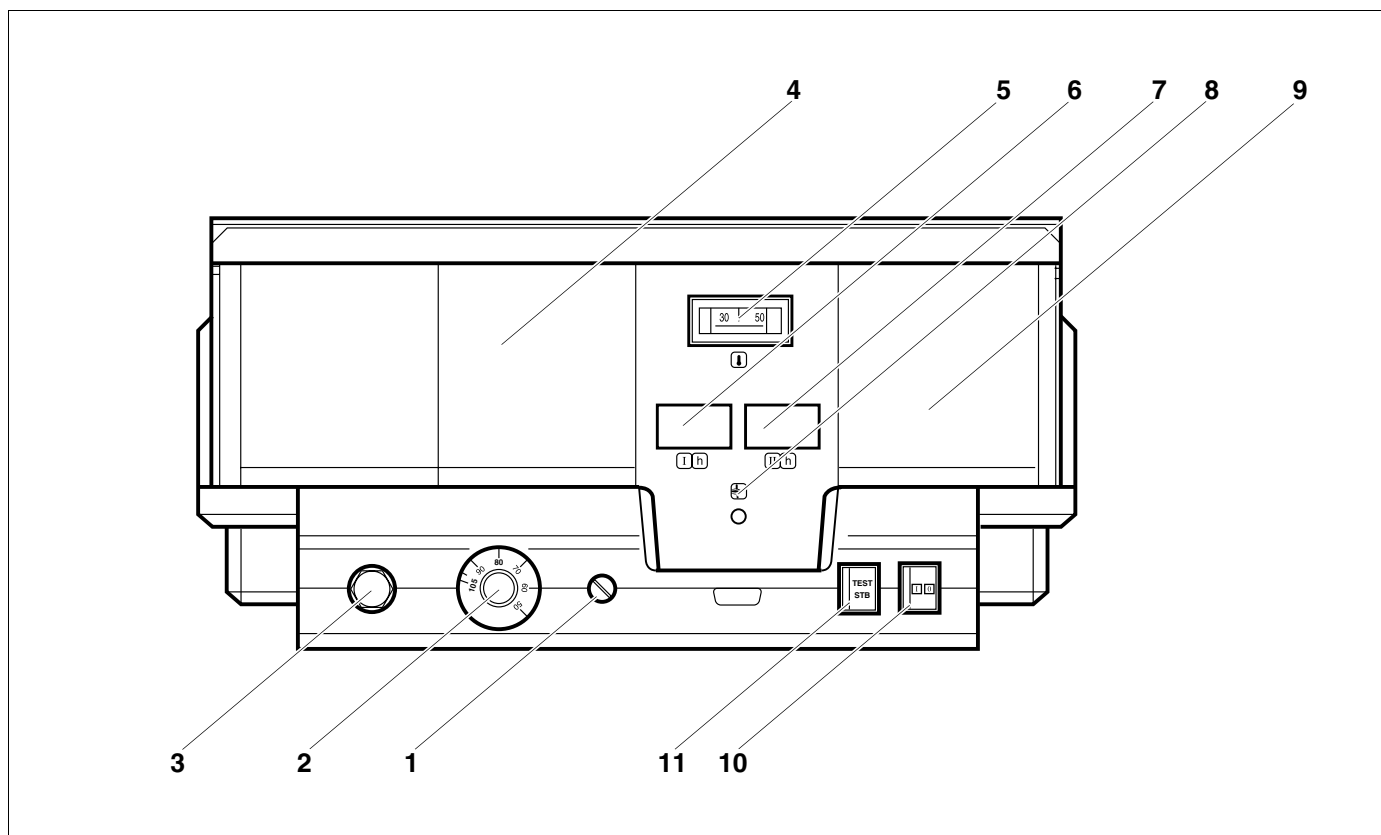
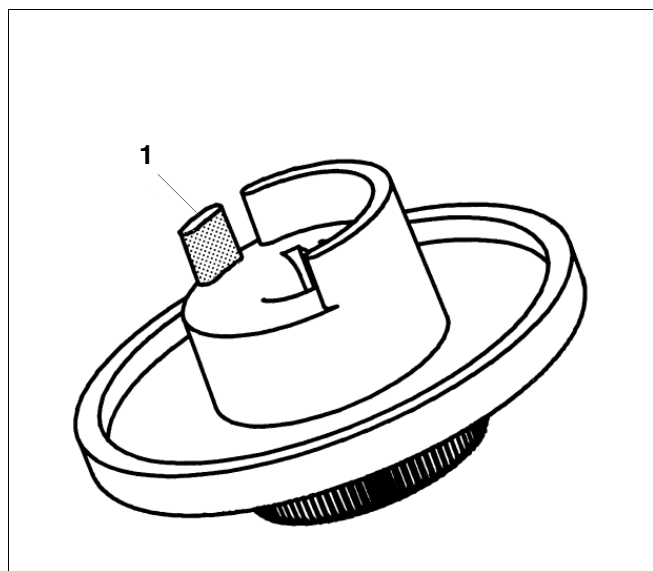

Рис. 1 Элементы управления Logamatic 4212
Рис. 5 Ручка настройки
Экспликация к рис. 1
Если котел имеет котловой модуль ZM 427 или внешнее регулирование, то регулятор температуры котловой воды (рис. 1, поз. 2) должен быть настроен минимум на 80 °С.
Регулятор температуры котловой воды (рис. 1, поз. 2) представляет собой двухполосный регулятор для эксплуатации с 2-ступенчатой горелкой.
Если светится индикатор неисправности горелки (рис. 1, поз. 8), то для устранения неисправности нужно связаться с отопительной фирмой, обслуживающей Вашу установку.
Кнопка STB (рис. 1, поз. 11) предназначена для проверки предохранительного ограничителя температуры (рис. 1, поз. 3) специалистами отопительной фирмы.
- Нажать кнопку STB (рис. 1, поз. 11) и удерживать нажатой до его срабатывания (рис. 1, поз. 3).
- Для разблокировки предохранительного ограничителя температуры (рис. 1, поз. 3) нужно открутить колпачковую гайку и нажать находящуюся под ней кнопку подавления помех.
- Вынуть ручку настройки (рис. 5) регулятора температуры котловой воды (рис. 1, **поз. 2**).
- Отломить стопор (рис. 5, **поз. 1**).
- Вставить на место ручку настройки регулятора (рис. 1, **поз. 2**).